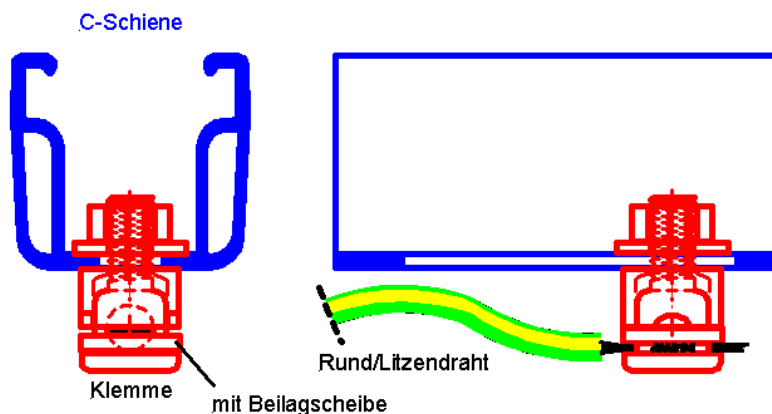

Abbildung 28: Anbindung des Montagesystems an die Erdung mittels novotegra-Erdungsverbinder
- Erdungsrunddraht mit 8-10 mm Durchmesser (bzw. in der Schweiz 6-10mm Durchmesser). Der Anschluss an die C-Schiene erfordert ein Anzugsmoment von 20 Nm (Abbildung 28 oben). ODER
- Erdungsleitung mit mindestens 16 mm2 (blitzstromtragfähig, Kupfer, nicht feindrätig) angeschlossen, (Abbildung 28 unten). Anzugsmoment 10 Nm
Kann dieser Trennungsabstand "s" zu den Blitzfang- und Ableiteinrichtungen (Maschen) nicht eingehalten werden, so muss der PV-Generator auf kürzestem Weg mittels Erdungsverbindern an den äußeren Blitzschutz angeschlossen werden. Dabei reicht es aus, jeweils eine der beiden Schienen jeder einzelnen Modulreihe anzuschließen. Dies geschieht mit einem Erdungsrunddraht von 8-10 mm Durchmesser (für die Schweiz gelten 6-10 mm Durchmesser) sowie mit den passenden Abzweigklemmen vom Blitzschutzsystem aus (ebenfalls bauseits erforderlich). Anbringung des Erdungsverbinders an der C-Schiene wie in (Abbildung 28 oben) beschrieben mit einem Anzugsmoment von 20 Nm.